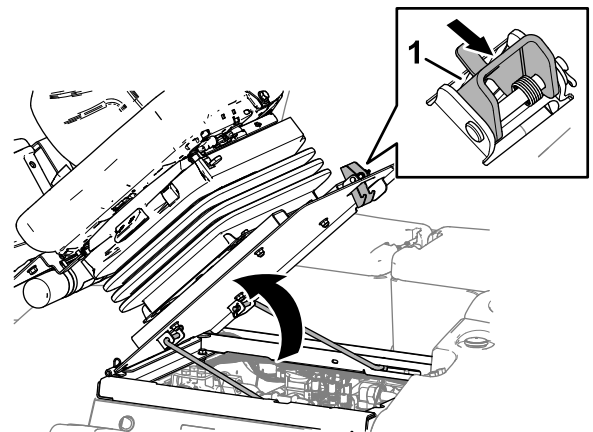

Figura 100
1. Mueva el enganche del asiento hacia fuera (Figura 100).